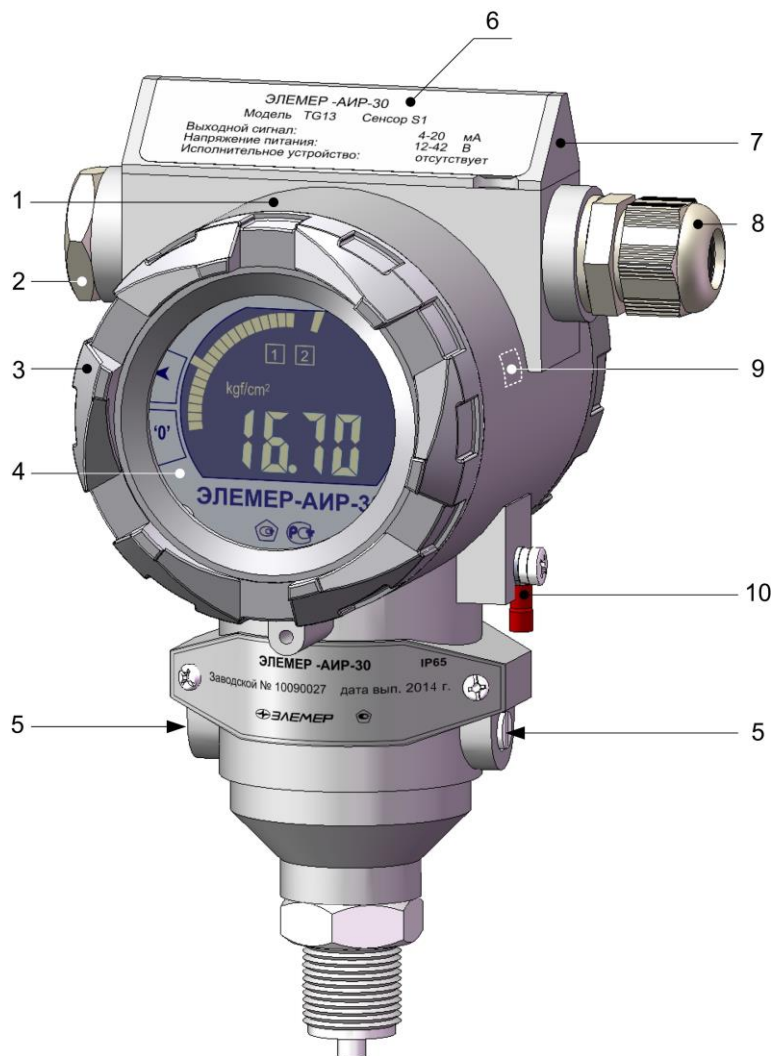

Рисунок 2.1
2.3.2.10. Модуль кнопок МКН – плата с кнопками управления, размещаемая в наружном блоке управления 6 (см. рисунок 2.1).